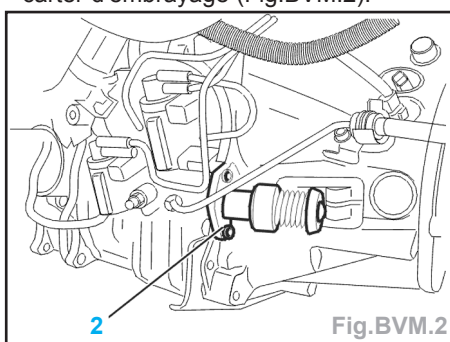

Fig.BVM.2
- Désolidariser le cylindre récepteur (2) du carter d'embrayage (Fig.BVM.2).